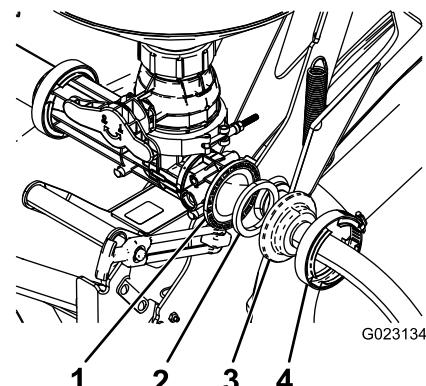

Figura 18
- 4. Prenda a extremidade do tubo de alimentação sem um anteparo na ranhura traseira na válvula do misturador utilizando a junta e a braçadeira de tubos (Figura 18).